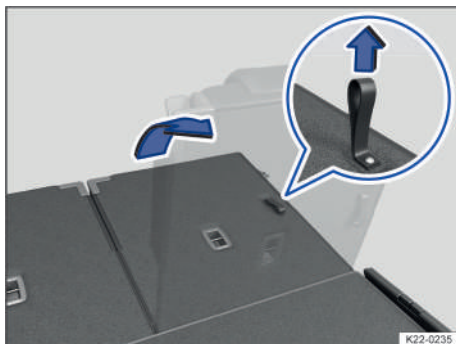

Fig. 98 Tercera fila de asientos: levantar el asiento.
- Para levantar el respaldo, tire del lazo situado en el respaldo del asiento → fig. 98.